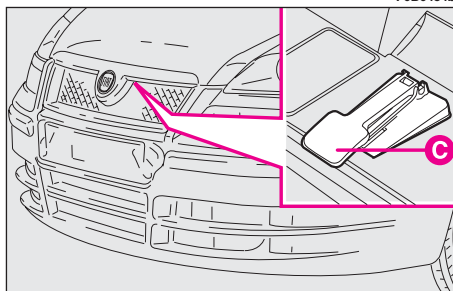

fig. 161
– presione la palanca **C**-fig. 161 del capó;